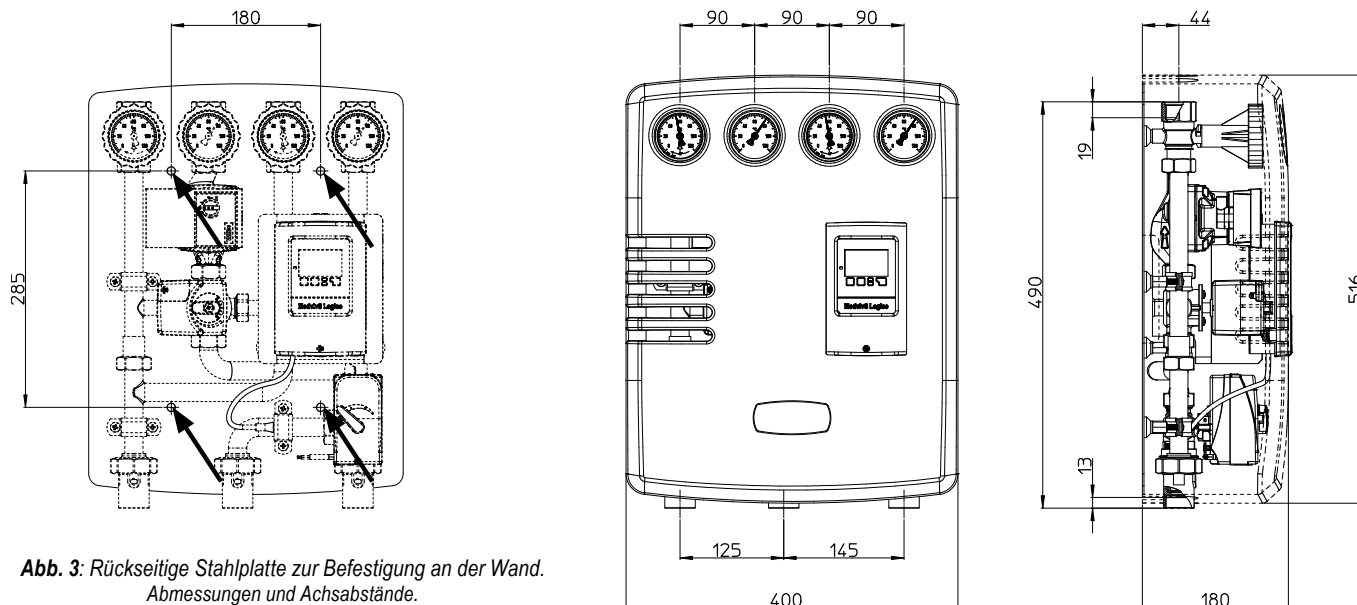

Abb. 3: Rückseitige Stahlplatte zur Befestigung an der Wand. Abmessungen und Achsabstände.
- ✓ Lokalisieren und identifizieren Sie die Position der 4 an der Wand zu erstellenden Löcher gemäß dem Schema *Abb. 3*;
- ✓ Verbinden Sie die Rohre gemäß dem Anschlussplan und befolgen Sie dabei die Anweisungen in *Abb. 3*